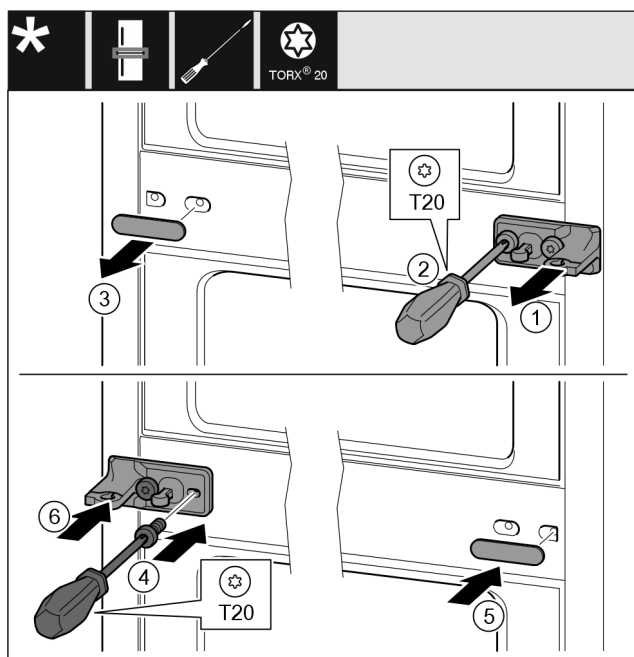

Fig. 42
- Stáhněte podložku Fig. 42 (1).
- Šroubovákem vyšroubujte šrouby Fig. 42 (2).
- Opatrně stáhněte kryt Fig. 42 (3).
- Stojan ložiska s fólií Fig. 42 (4) otočený o 180° pevně přišroubujte na druhé straně.
- Kryt Fig. 42 (5) otočený o 180° připevněte na druhé straně.
- Zepředu nasuňte podložku Fig. 42 (6).